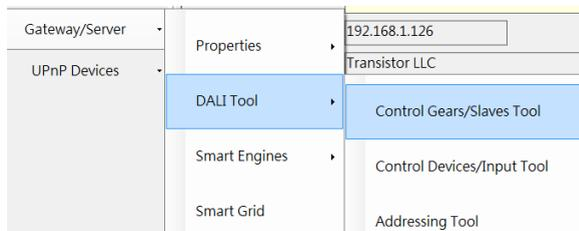
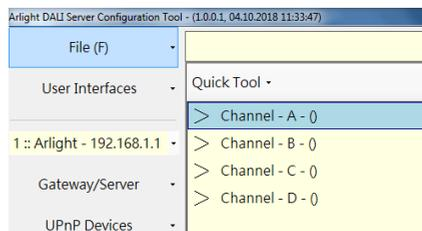

Рис. 6.
Рис. 7
- Для того, чтобы просканировать шины DALI и обнаружить подключенные исполнительные устройства нажмите Gateway/Server -> DALI Tool -> Control Gears/Slaves Tool (Рис. 6). В окне появится список шин DALI Channel A ... Channel D. (Рис. 7)